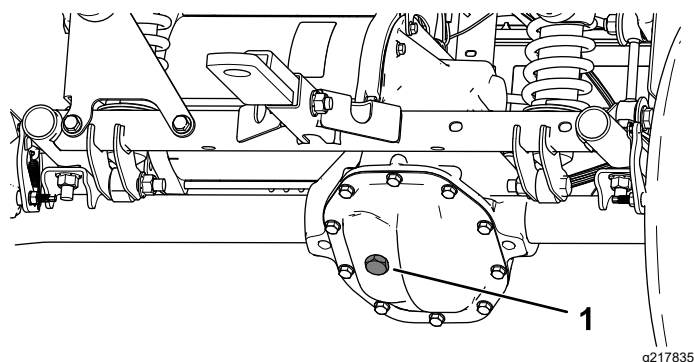

Figura 48
4. Scoateți bucul de umplere de pe transmisie (Figura 48).
4. Scoateți bușonul de umplere de pe transmisie și umpleți cu lichidul specificat până când acesta iese prin orificiul de umplere (Figura 48).
5. Dacă nivelul lichidului este scăzut, scoateți bușonul de umplere și adăugați lichidul specificat până când acesta iese prin orificiu (Figura 48).